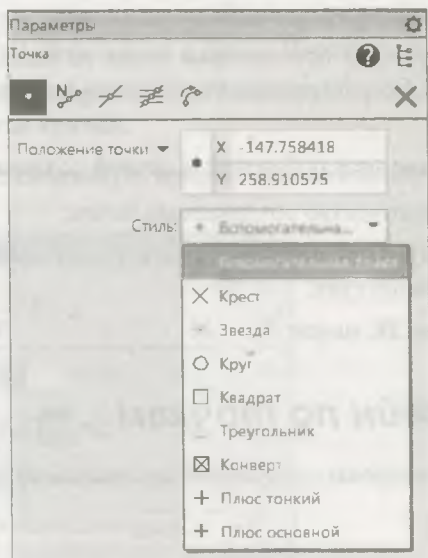

Рис. 6.18. Выпадающая панель со списком стилей
- ◆ щелкните ЛК мыши по кнопке **Точка**. Вы можете задать положение точки двумя способами: щелчком мыши в графической области либо ввести координаты по  $X$  и  $Y$  на панели **Параметры: Точка** в окнах **Положение точки**. Точка будет автоматически построена. Можно изменить стиль изображения точки. Для этого в окне **Стиль** нажмите на черный треугольник, раскроется список стилей отображения вспомогательной точки (рис. 6.18), выберите необходимый стиль. Обратите внимание, что в **Заголовке** также присутствуют все команды данной группы. При настройке системы (см. урок 17) можно изменить цвет вспомогательной точки;